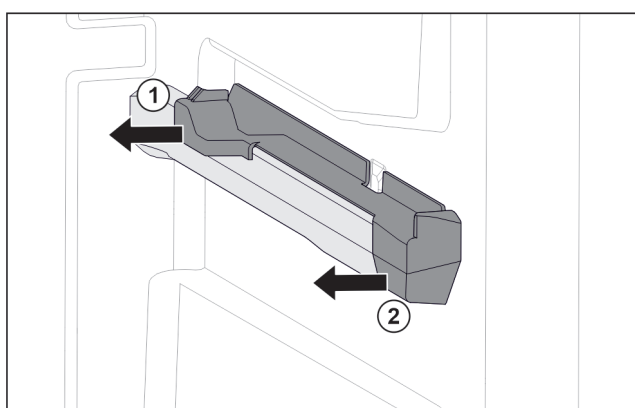

Fig. 118 Tillsats på den högra behållarens galler
- ▶ Dra bort tillsats i bak i sidled. Fig. 118 (1)
- ▶ Dra bort tillsats i fram i sidled. Fig. 118 (2)